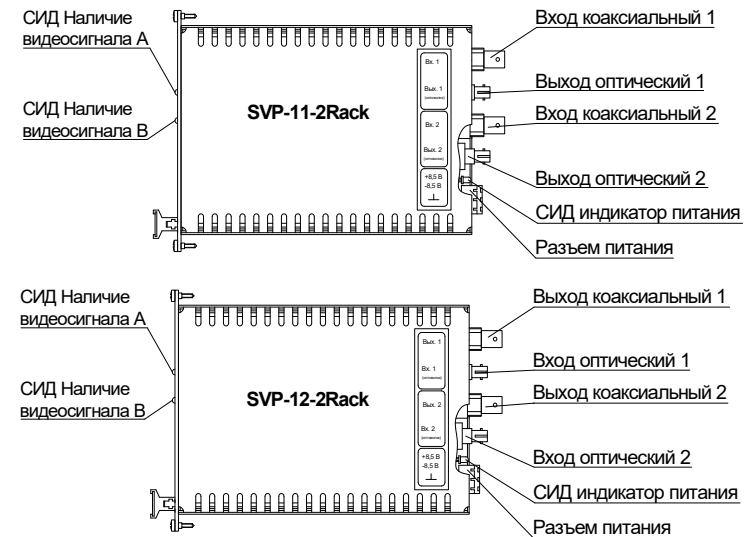

Рис. 1. Расположение разъемов и элементов индикации.
3.2.2. Подключить к приемному устройству волоконно-оптический кабель с источником сигнала в соответствии с рис. 1